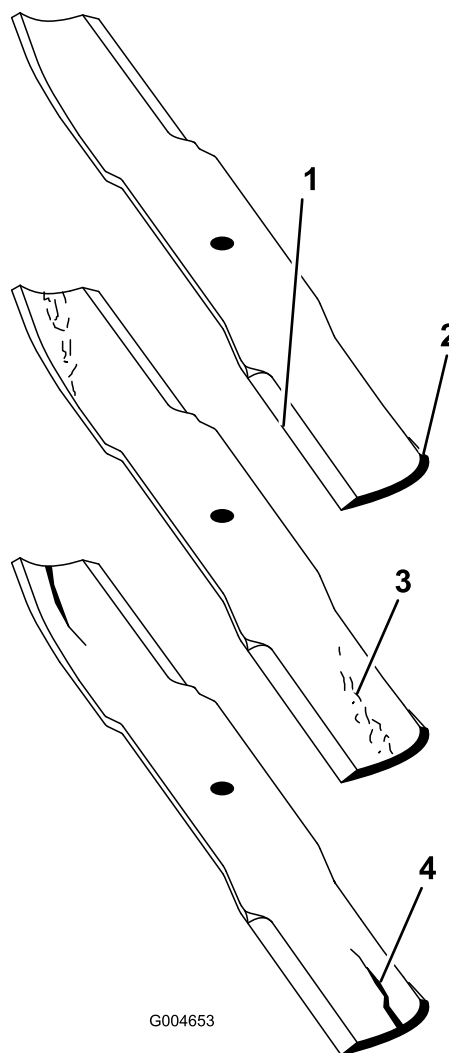

Рисунок 103
2. Осторожно проверьте режущие кромки ножей, особенно в точке соединения плоской и изогнутой частей ножа (Рисунок 103).
Примечание: Так как песок и абразивные материалы могут вызвать износ металла, соединяющего плоскую и изогнутую части ножа, проверьте нож перед использованием газонокосилки. При обнаружении износа (Рисунок 103) замените нож.